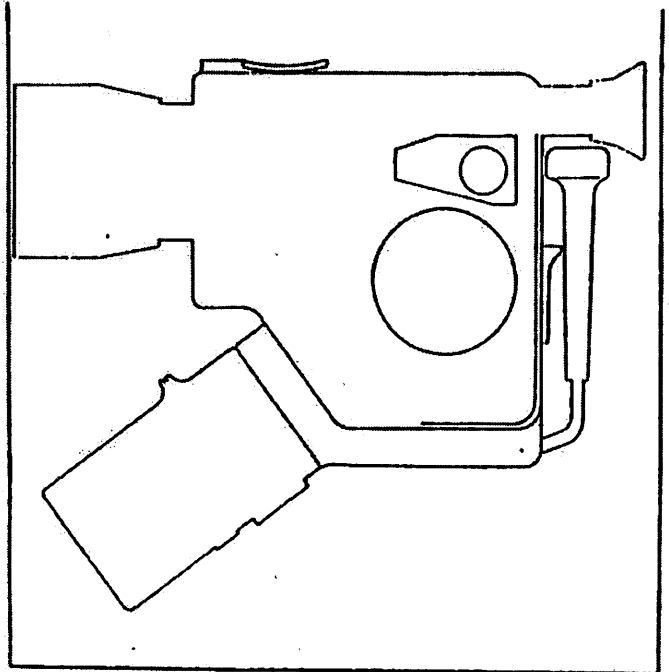

Abb.10
- Keilriemen abnehmen und Schwungmasse aus dem Hauptgehäuse ziehen (Abb. 10)